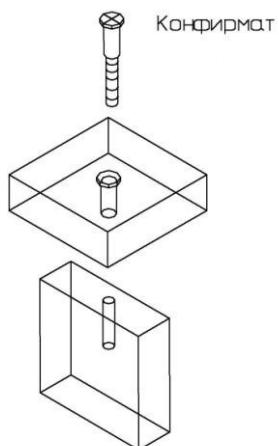

Рис. 4
Закрепить заднюю стенку (11) и перегородку (4) с помощью конфирмат-винтов, ввернув их сквозь отверстия в нижнем щите (9) (см. рис.4). Затянуть эксцентрики на нижнем щите (9). Присоединить основание (10) к нижнему щиту (9) с помощью винтов M6x30. К получившейся конструкции присоединить крышку (8) так, чтобы дюбели и шканты в крышке вошли в предназначенные для них отверстия в боковых стенках (2), (12), перегородке (4) и задней стенке (11). Затянуть эксцентрики, повернув их на 180 градусов (см. схему сборки). Закрыть эксцентрики и конфирмат-винты заглушками-самоклейками.